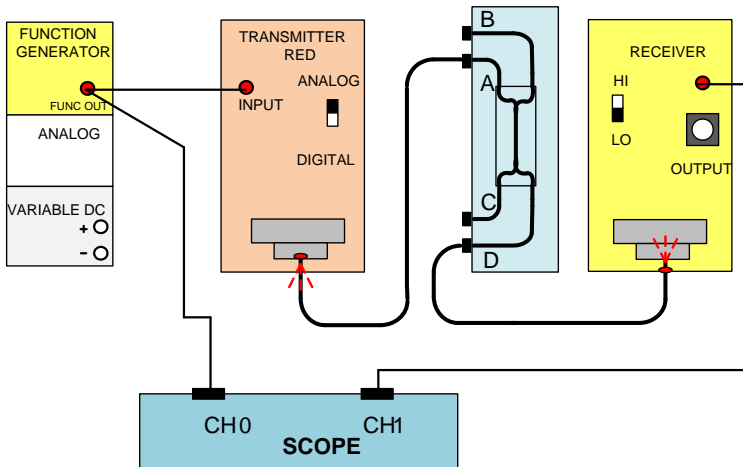

Рис.12. Схема соединения передатчика с разветвителем (выход D)
41. Измените подключение канала 1, как показано на рис. 12, используя тот же модуль приемника.